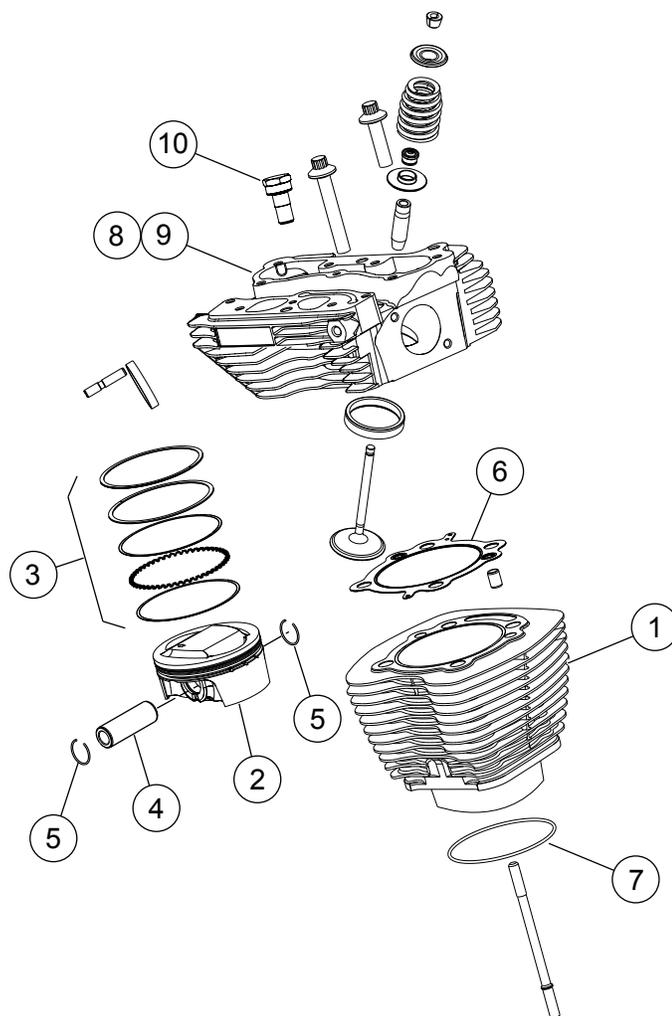
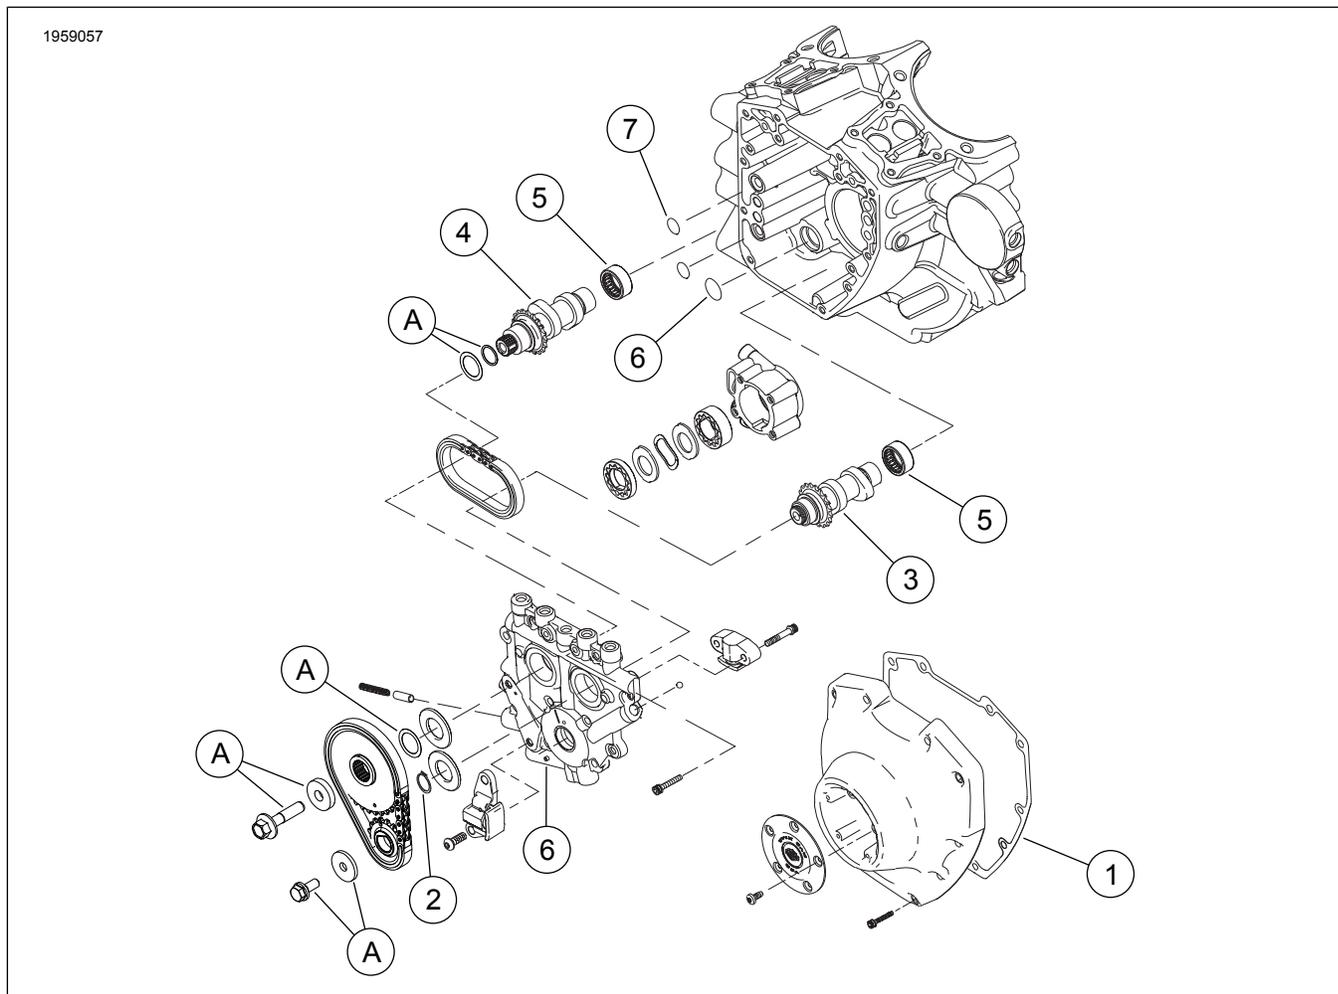

Figura 1. Peças de reposição: Kit Screamin' Eagle TC 103 (1690 cc) Stage 4
Figura 3. Peças de reposição: Kit Screamin' Eagle Pro 103 (1690 cc) Stage 4
Ver Figura 1 a Figura 3, e Tabela 1 a Tabela 3.
1. Ver Figura 3 . Inspeção os rolamentos das agulhas da árvore de cames (7) e substitua-os, se necessário.
2. Veja Figura 1 até Figura 3 . Monte os cames na placa de cames, as cabeças de cilindro de alto desempenho e a parte superior do motor utilizando as peças do kit. Consulte as seções sobre MOTOR apropriadas do manual de serviço.